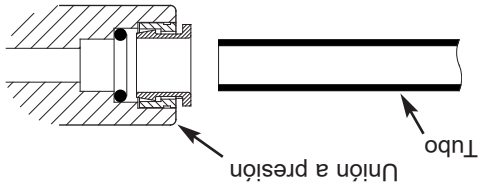

FIG. 19 Tubo cortado correctamente
3. Corte el tubo recto y a la medida. Veal la Fig. 19.
2. Corte el tubo recto y a la medida. Veal la Fig. 19.
5. Corte el tubo recto y a la medida. Veal la Fig. 19.
4. Corte el extremo del tubo en ángulo recto. Veal la Fig. 19.
1. Use un cortador o cuchillo filoso para cortar el extremo del tubo. Siempre corte el tubo en ángulo recto. Vea la Fig. 19.
2. Inspeccione el tubo hasta 1 pulg. del extremo para cerciorarse de que no haya mellas, raspaduras ni ninguna otra sección despareja. Si es necesario, vuelva a cortar el tubo. Vea la Fig. 19.
A. Tienda el extremo suelto del tubo rojo por la encimera al grifo. B. Corte el extremo suelto del tubo rojo en forma recta y en el tramo correcto. En la Fig. 19 encontrará las instrucciones de corte.